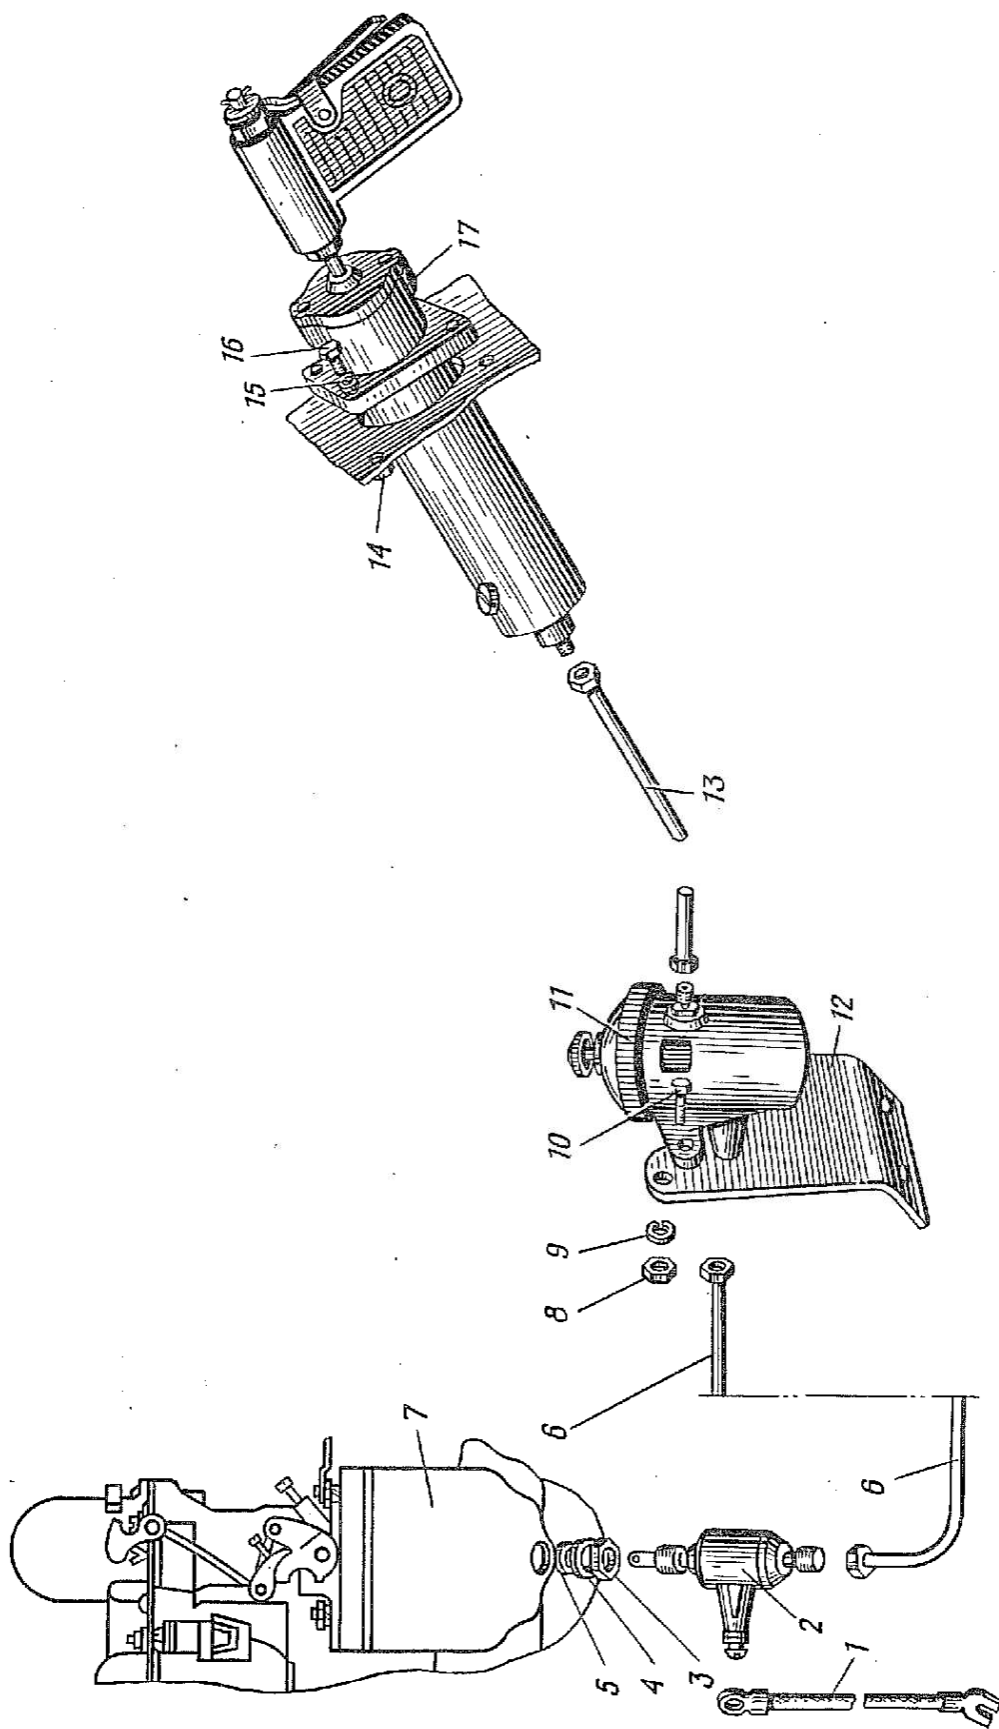

Рис. 43. Система экстренного пуска двигателя:
1.3. Отвернуть крышку смесителя 11 (рис. 43) и вынуть из корпуса смесителя капсулу, наполненную легко воспламеняющейся жидкостью «Арктика». Навернуть крышку на корпус.
1.11. Отвернуть накидную гайку со штуцера распылителя 2 (рис. 43), вынуть из козырька масляного радиатора резиновую втулку и снять эмульсионную трубку 6 (ключ 10, отвертка 150×0,5).
2.1. Установить плоскую 4 (рис. 43) и уплотнительную 5 шайбы на распылитель 2, вернуть распылитель во впускной коллектор 7 и закрепить стопорной гайкой 3 (ключ 13).
2.7. Установить смеситель 11 (рис. 43) на кронштейн 12 и закрепить болтами 10 и гайками 8 с пружинными шайбами 9 (ключи 12 и 13).